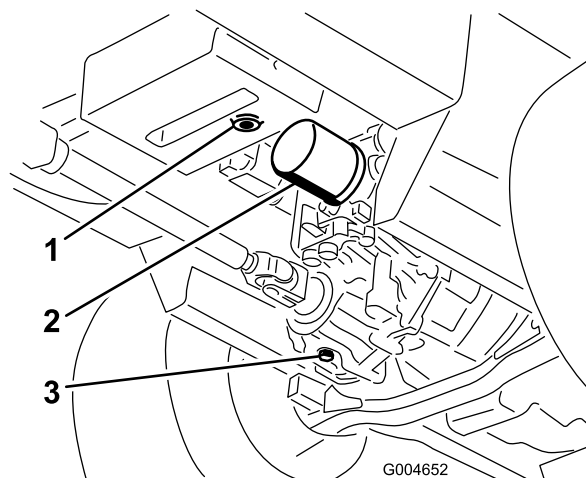

Рисунок 58
3. Поместите под гидравлический бак и картер трансмиссии большой поддон и удалите пробки; слейте всю гидравлическую жидкость (Рисунок 58).
4. Очистите область вокруг фильтра гидравлической жидкости и снимите фильтр (Рисунок 58).